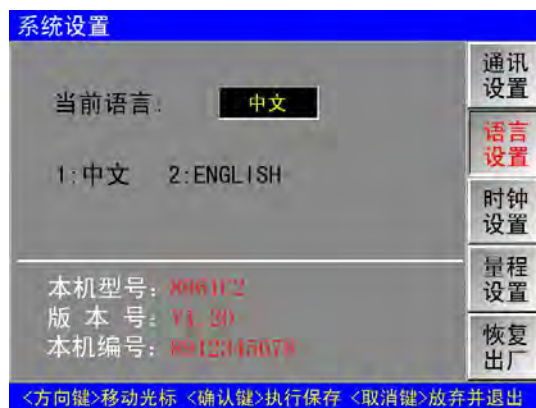

图 14-2 语言设置屏幕
2.2 语言设置屏幕（图 14-2）
设置: 安装“8961C2 发电机测试”后,执行该程序。界面如图 14-2。